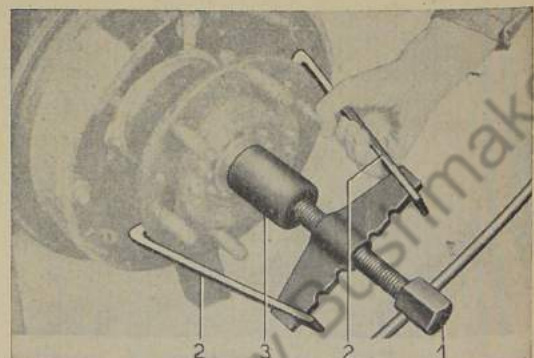

Bild 667: Radnabe abziehen
10. Mit Abzieher Nr. 1403 die Radnabe vom Tragflansch abziehen (Bild 667).